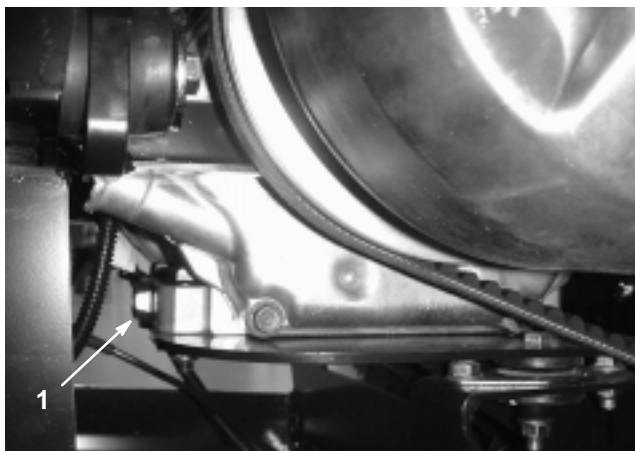

Figure 27
5. Enlevez le bouchon de vidange (Fig. 27) et laissez s'écouler l'huile dans un bac de vidange. Lorsque toute l'huile s'est écoulée, remettez le bouchon de vidange et serrez-le à 17,6 Nm.